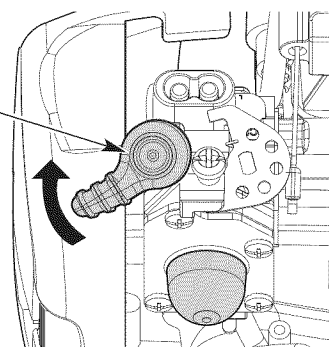

Fig. 11
4. Dé vuelta a la palanca del obturador en sentido de las agujas del reloj hasta que encaje en su lugar (Fig. 11).